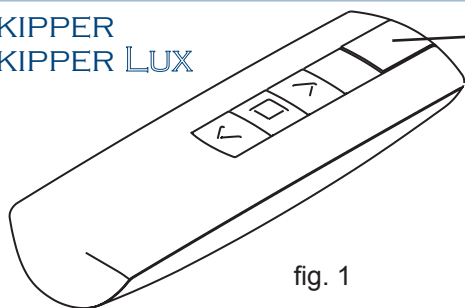
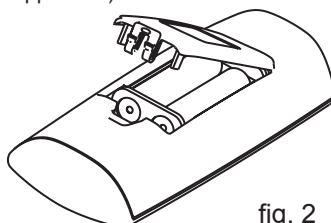
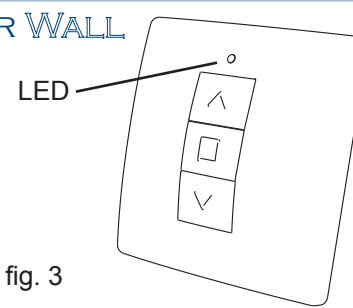
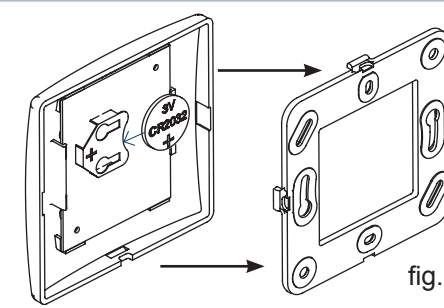

fig. 1
fig. 2
fig. 3
fig. 4
2.0 Batteries - The remote controls SKIPPER and SKIPPER Lux (fig.1) work with two 1.5V Alkali batteries (AAA) format LR03 (fig.2). The wall-mounted remote control SKIPPER Wall (fig.3) works with a 3V Lithium battery CR2032 (fig.4). During operation the blue LED (SKIPPER/SKIPPER Wall) - or the display (SKIPPER Lux) - will light up. If batteries are low, the LED or Display flashes. To replace the batteries, only use equally good types. Old batteries should be disposed of responsibly.
2.0 Batteries. Les émetteurs SKIPPER et SKIPPER Lux (fig. 1) fonctionnent avec 2 batteries alcalines de 1,5 V format LR03 (AAA) (fig.2). L'émetteur SKIPPER WALL (fig.3) fonctionne avec une batterie Lithium 3 V CR2032 (fig.4). Pendant la transmission la led bleue (SKIPPER/SKIPPER WALL) ou le display (SKIPPER LUX) s'allume fixe si la batterie est chargée ou clignote plus ou moins intensément lorsque la batterie se décharge. Le changement des batteries déchargées s'effectue seulement avec des batteries analogues à celles indiquées. Les piles usagées doivent être déposées dans des containers prévus à cet effet.
2.0 Batterien - Die Handsender SKIPPER und SKIPPER Lux (fig.1) funktionieren mit zwei 1,5V Alkalibatterien (AAA) Format LR03 (fig.2). Der Wandfunksender SKIPPER Wall (fig.3) funktioniert mit einer 3V Lithiumbatterie CR2032 (fig.4). Während der Sendung des Signals leuchtet der blaue LED (SKIPPER/SKIPPER Wall) - oder das Display (SKIPPER Lux) auf. Bei sich entladenden Batterien blinkt das LED oder Display. Zum Ersatz der Batterien müssen solche eines gleichwertigen Typs eingesetzt werden. Die Entsorgung alter Batterien muss in die dafür vorgesehenen Behälter getätigt werden.
2.0 Alimentación - Los emisores SKIPPER y SKIPPER Lux (fig. 1) funcionan con dos pilas alcalinas de 1.5 V tipo LR03 (AAA) (fig. 2). El emisor SKIPPER Wall (fig. 3) funciona con una pila de Litio 3V tipo CR2032 (fig. 4). Durante la transmisión el led azul (SKIPPER / SKIPPER Wall) - o el display (SKIPPER Lux) - tiene una luz fija si la pila está cargada e intermitente cuando la pila se está agotando. Para la sustitución de la misma utilizar solamente pilas análogas a las indicadas. Las pilas agotadas deben ser depositadas haciendo uso de los contenedores adecuados.